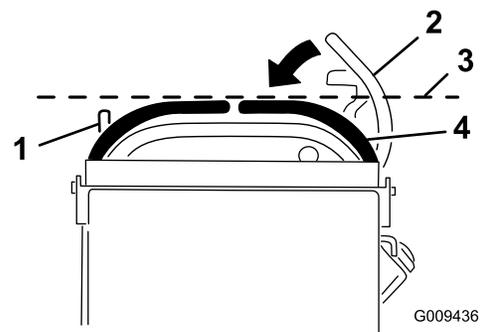

Bild 69
3. Drücken Sie den rechten Fahrtriebshebel nach unten und außen aus der arretierten Neutral-Stellung (Bild 69).
4. Prüfen Sie, ob der rechte Fahrtriebshebel mit dem linken Fahrtriebshebel horizontal eingestellt ist (Bild 69).